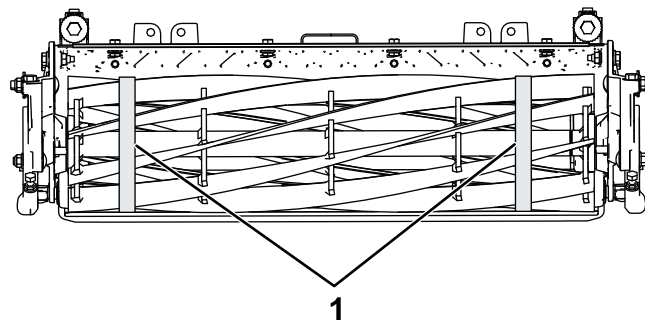

Figura 35
3. Con un nastro per la misurazione del diametro, misurate il diametro esterno del cilindro a entrambe le estremità (Figura 35); la differenza del diametro esterno tra le estremità dovrà essere inferiore a 0,250 mm. Se la differenza è maggiore, eseguire la molatura per correggere la differenza.